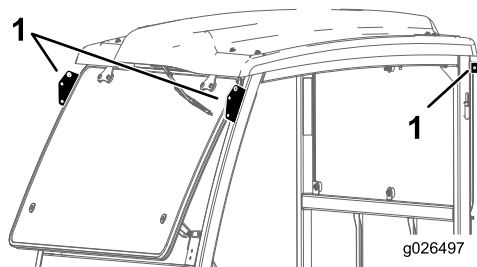

Figure 4
1. Levez le cadre de la cabine par les points de levage et placez-le sur la machine (Figure 4).